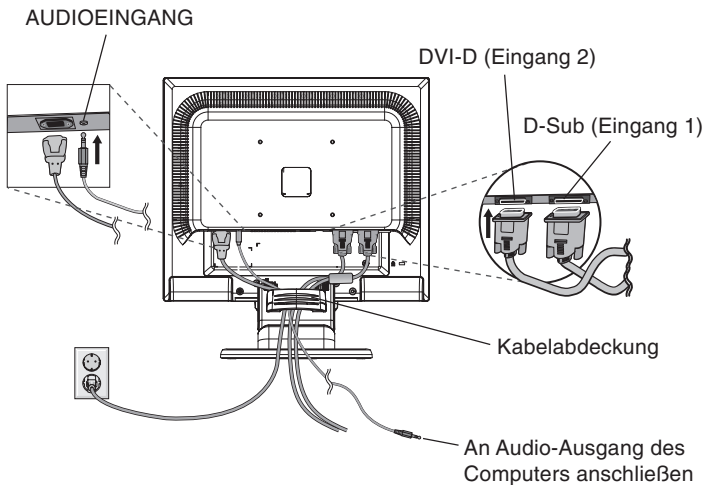
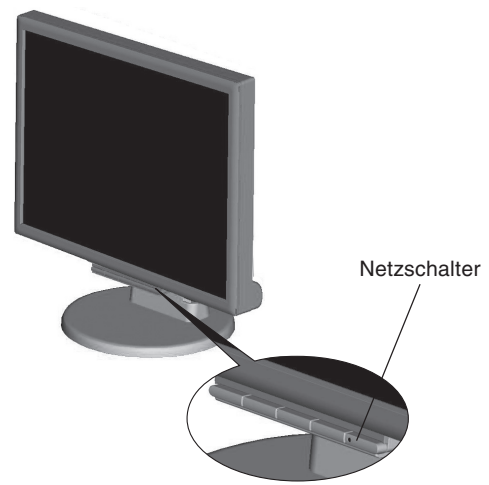

Abbildung B.1
Abbildung C.1
4. Stecken Sie alle Kabel in die entsprechenden Buchsen auf der Rückseite des Monitors (**Abbildung B.1**). Stecken Sie den Kopfhörer (nicht mitgeliefert) in die entsprechende Buchse auf der Rückseite des Monitors (**Abbildung C.1**).
5. Stecken Sie ein Ende des Netzkabels in den Monitor und das andere Ende in die Steckdose. Führen Sie das Videosignalkabel, Audiokabel und Netzkabel durch den Kabelhalter (**Abbildung B.1**).
6. Schalten Sie den Computer und den Monitor mit dem Netzschalter an der Vorderseite (**Abbildung C.1**) ein.